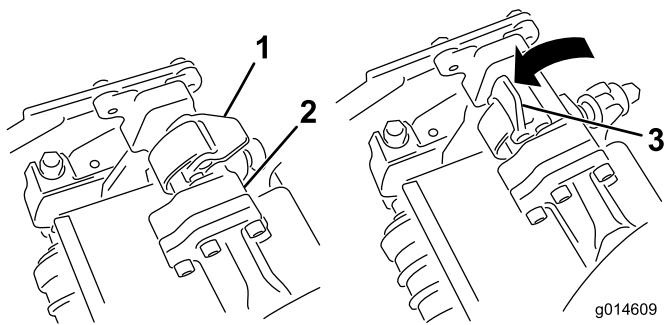
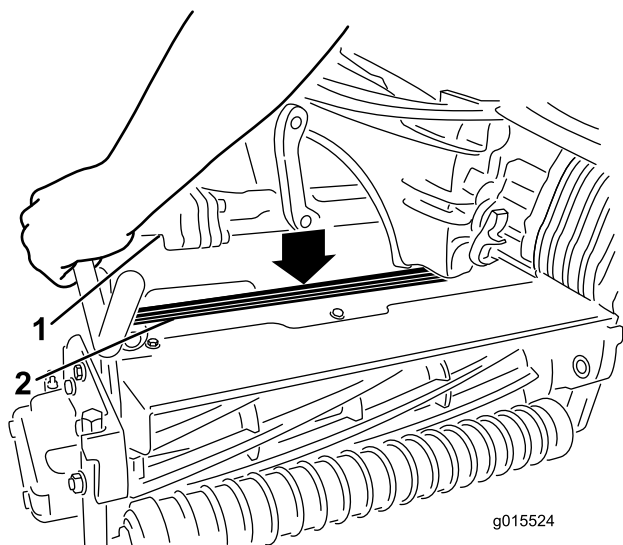

図 35
図 36
4. サスペンション・アームのバーについているラッチを上向き（開いた状態）にして（図 35）、サスペンション・アームを押し下げて、バーを、カッティングユニットのバーの上に被せるようにする（図 36）。
5. ラッチを下げて閉じるとカuttingユニットのバーがロックされてユニットがアームにセットされる (図 35)。
5. 取り外したいカッティングユニットのサスペンション・アームのバーについているラッチを開く (図 35)。